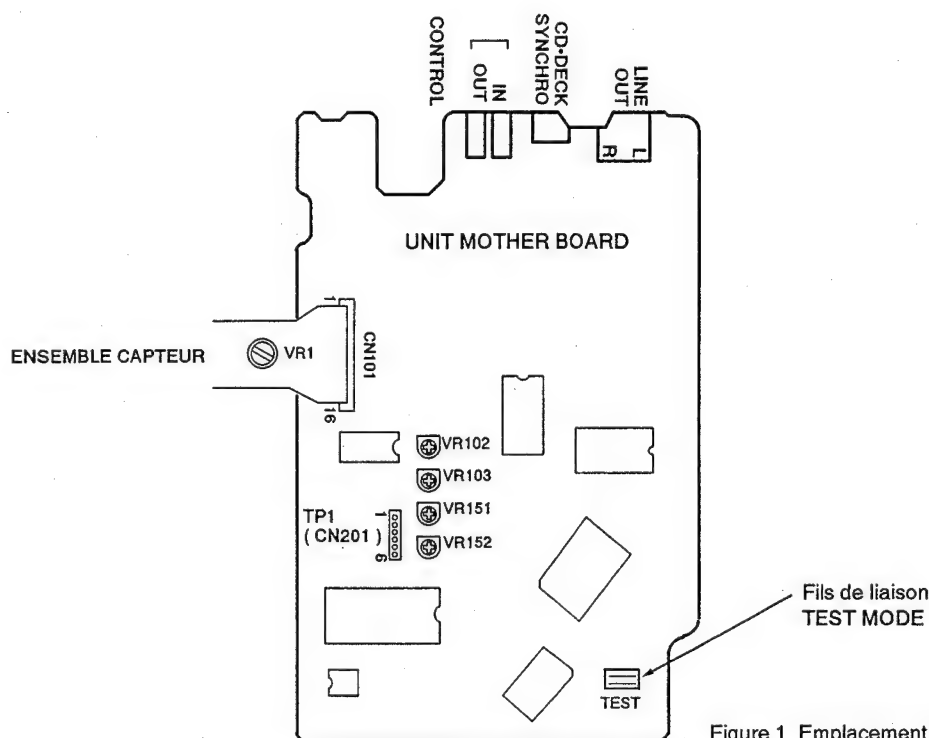

Figure 1 Emplacement des réglages
2. Court-circuiter les fils de liaison du mode d'essai. (Voir Figure 1.)